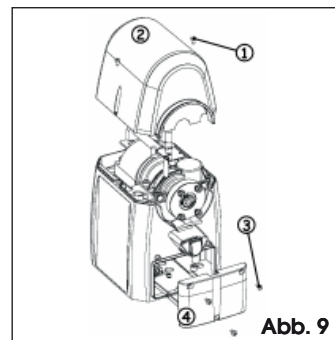

Abb. 9
1. Die beiden Befestigungsschrauben der oberen Abdeckung lösen, Abb. 9 Bez. ①, und die Abdeckung abnehmen, Abb. 9 Bez. ②.
2. Die drei Schrauben, Abb. 9 Bez. ③, zum Verschließen des Kartenfachs lösen, Abb. 9 Bez. ④.